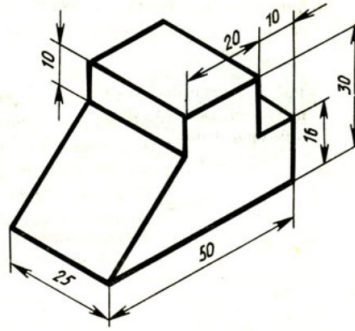

Рисунок 7 – Размеры детали для выполнения практического занятия № 7 (задание)
**Методические указания:** выполнить чертеж по заданию (рисунок 7).